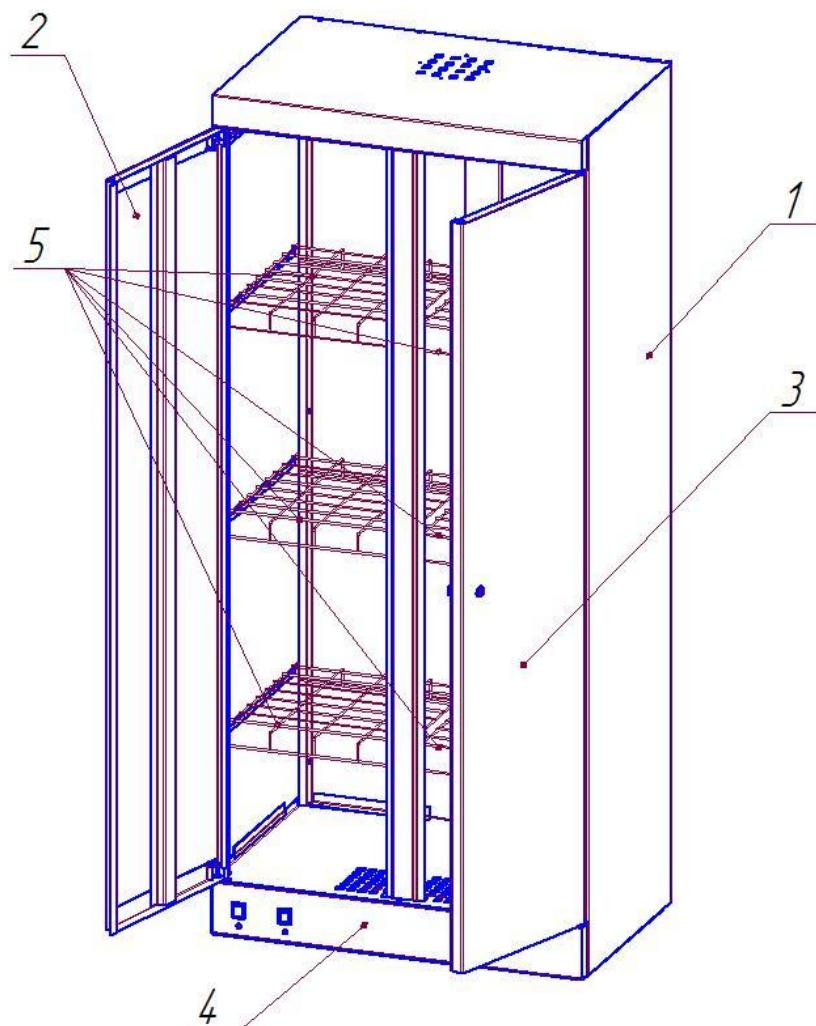

Рис. 1 Шкаф сушильный ШСО-2000
- 3.1. Шкаф сушильный (рис.1) состоит из металлического корпуса (поз.1), разделенного по ширине на две секции, закрывающиеся двумя дверьми: левой (поз.2) и правой (поз.3), на которой установлен замок.